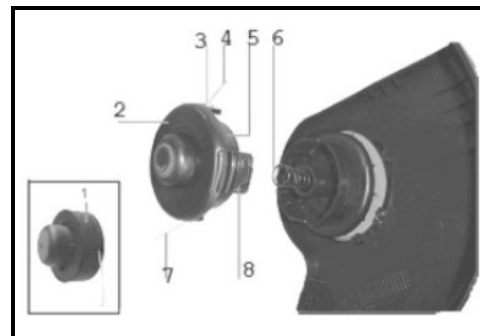

Рис.3
7.3. Снимите крышку(2) катушки, для чего нужно освободить ее из фиксаторов 4 и 7(рис.3), нажав пальцами на соответствующие места (ограничены направляющими(3)) на корпусе катушки. Извлеките шпульку (5) и пружину (6) из катушки.